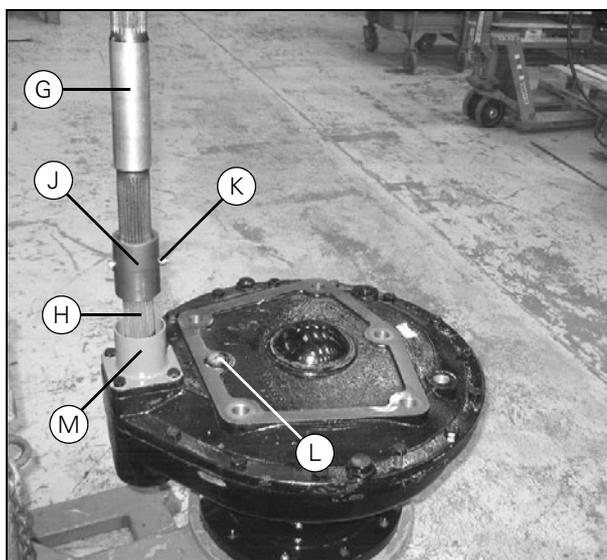

Рисунок 6
- После установки кронштейна конечного привода на конечный привод, входной вал (Н) (Рис. 6) необходимо выровнять по центру относительно кронштейна. Соберите цилиндрическую втулку и рукоятку (N) так, чтобы их можно было вставить в цилиндр кронштейна. Размеры: Наружный 80 мм — внутренний 45 мм.
- Во время сборки наденьте уплотнительные кольца (S) на цилиндр. После затягивания всех болтов протолкните уплотнительные кольца в канавку.
- Затяните болты (P) моментом 1220 Нм (предварительно нанести на болты герметик Loctite 270). Помните, что эффективнее использовать затягивание с приложением большого момента, когда кронштейн конечного привода, предварительно установленный на штатное место, укреплен на передней оси.
- Поднимите гидравлический цилиндр (R) установите его на место, при этом кронштейн конечного привода должен быть также установлен на место.
- Залейте в конечный привод трансмиссионное масло в количестве ок. 6 литров (проверьте уровень масла как описано в разделе 19.3.5 на стр. 608). Смажьте подшипники скольжения (V) и фланцевые подшипники (U) консистентной смазкой для подшипников.